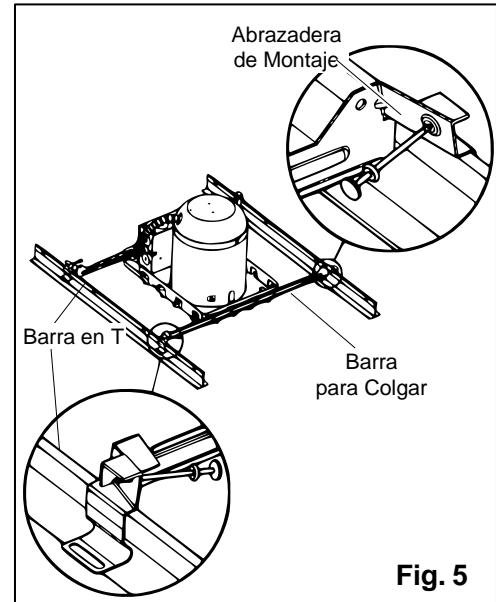

Fig. 5
- Coloca el ensamblaje de la barra de colgar/caja en la placa de techo a través del orificio que abriste. Ajusta el ancho de las dos barras para colgar según la distancia entre las dos barras en T, alineando cada abrazadera de montaje con el tope de la barra en T correspondiente. Ejerce presión sobre todas las abrazaderas de montaje hasta que encajen en la barra en T. (**FIG. 5 y FIG. 6**) **NOTA:** Las abrazaderas de montaje tienen orificios que pueden usarse para asegurar las barras para colgar a la barra en T. Las piezas necesarias (es decir, tornillos, tuercas hexagonales) pueden comprarse por separado.